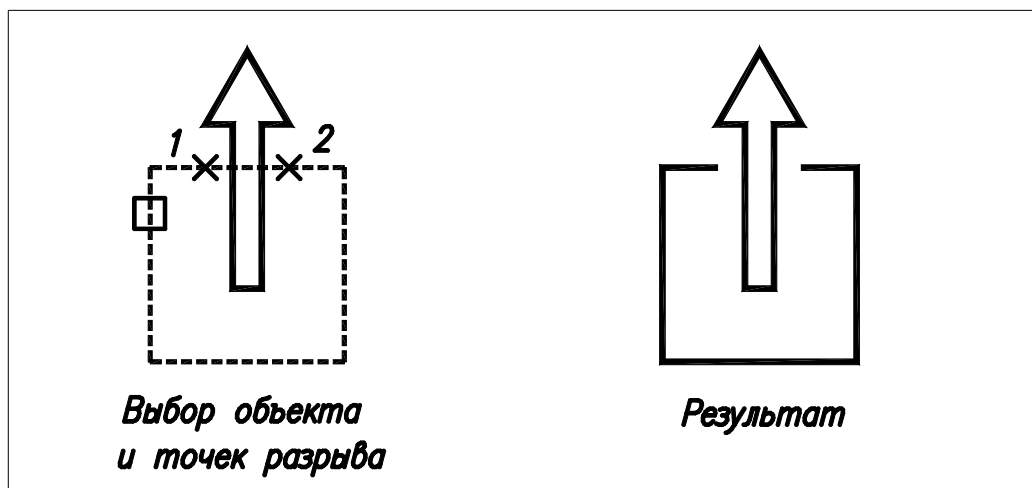

Рис. 3.15. Разрыв объектов
3.3.11. Разрыв объекта (рис. 3.15)